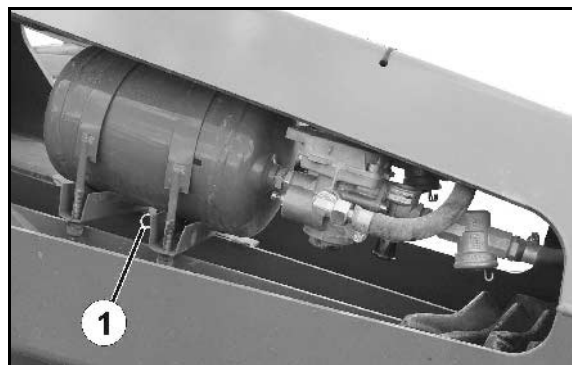

Рис. 57
1. Возьмите за кольцо и тяните водоотводный клапан (Рис. 57/1) вбок до тех пор, пока из ресивера не перестанет течь вода.